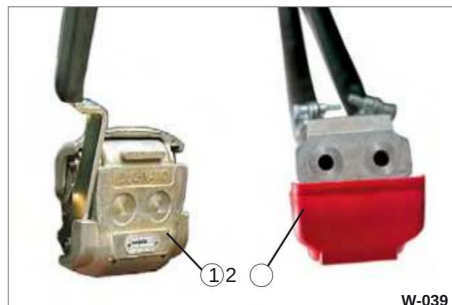

Fig. 39 Koblingshoved adskilt
- Rengør tætningsfladerne på Koblingshovedet (fig. 39/2) og koblingsbøsningen (fig. 39/1) med rene, tørre klude.